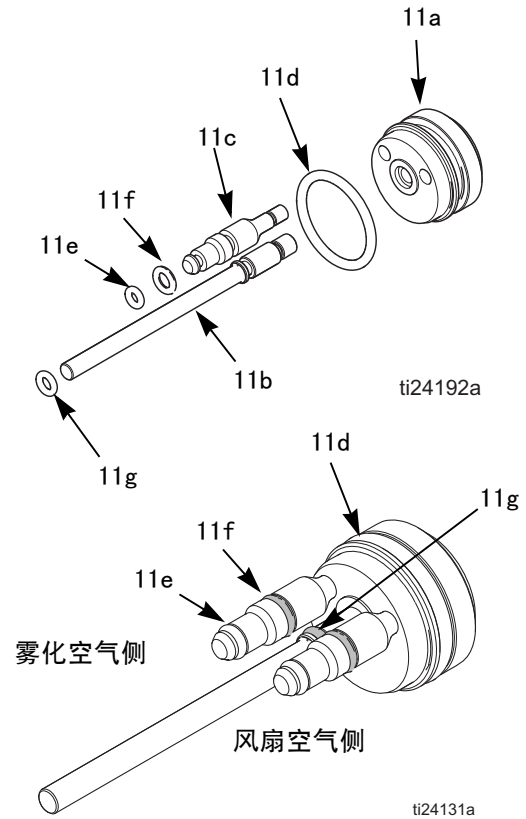

图 24. 活塞 O 形圈
4. 从喷枪后部卸下活塞盖 (13)。
6. 检查 O 形圈 ( 11d、11e、11f、11g ) 是否损坏。见表 3 和图 24。
9. 安装弹簧 (12) 和活塞盖 (13)。